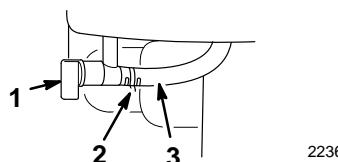

Figure 14
- Robinet d'essence** (Fig. 14)—Fermez le robinet pour couper la circulation de l'essence du réservoir, ou ouvrez-le pour permettre à l'essence d'arriver au carburateur. Fermez le robinet quand la déneigeuse ne sert pas.
3. Ouvrez le robinet d'essence (Fig. 14) en le tournant vers la gauche.